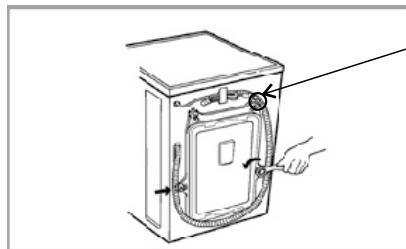

Рис. 2
2. С помощью прилагаемого ключа ослабьте 4 болта (Рис. 2).